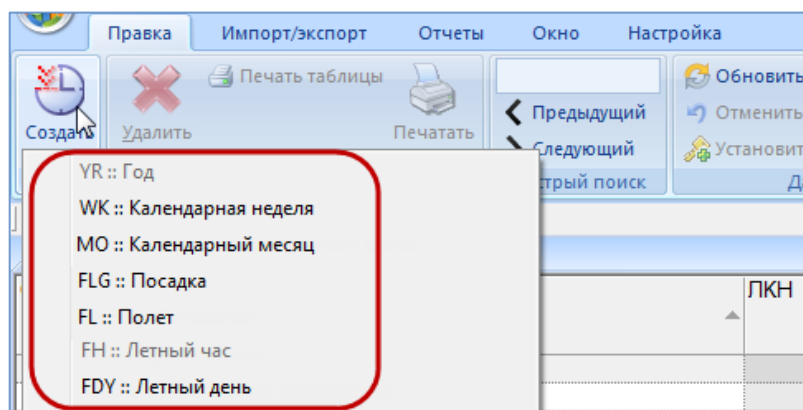

Рис. 10-99 – Выбор единицы измерения для ресурса
3) В результате будет открыто окно связанных объектов «Ресурсы» для выбранного компонента (рис. 10-99).